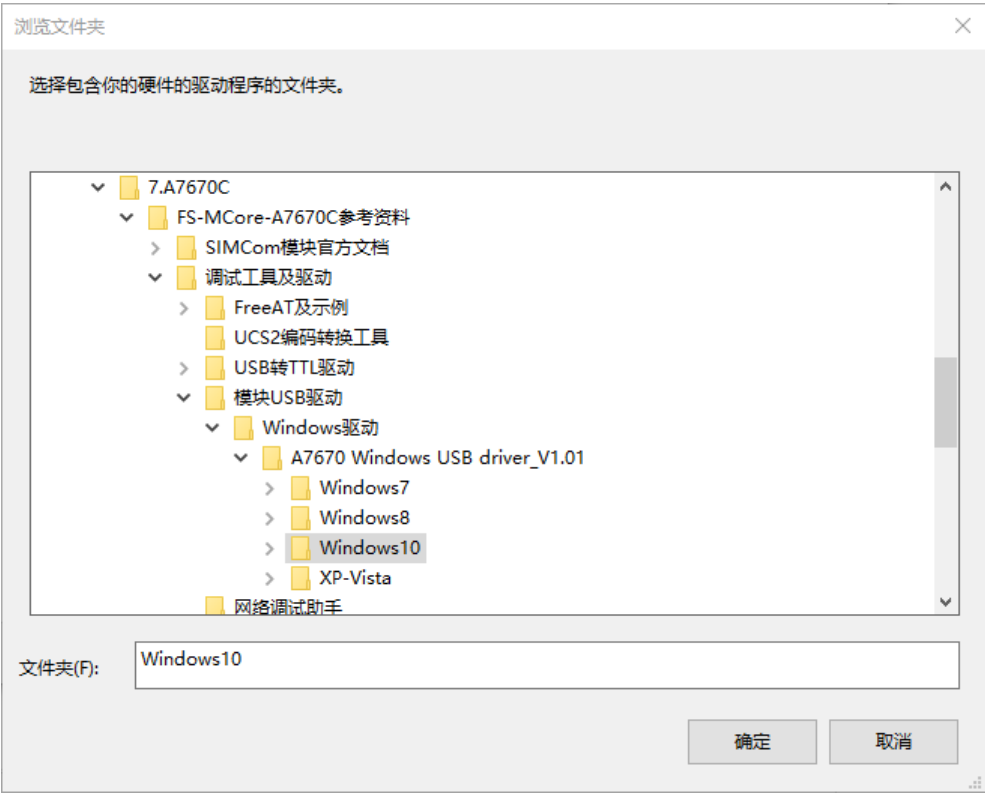

图 3.2.4 安装 USB 驱动-步骤 2
2. 找到核心板资料里面的“... \调试工具及驱动\模块 USB 驱动\Windows 驱动\A7670 Windows USB driver_V1.01\Windows10”，然后确定。如图 3.2.4 所示：